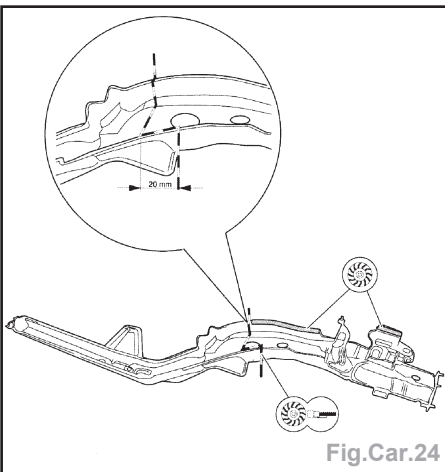

Fig.Car.24
- Faire une coupe avec une scie alternative sur la zone indiquée (Fig.Car.24).